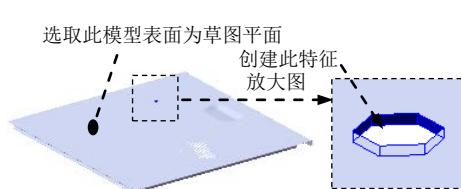
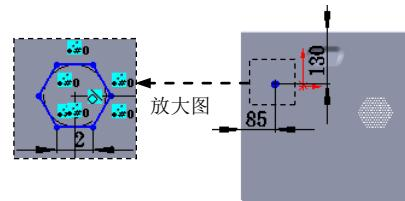

图 17.11.53 创建切除一拉伸 5
图 17.11.54 横断面草图
- (3) 定义阵列布局。在 **阵列布局(O)** 区域中单击“穿孔”按钮 ，在 **实例间距** 文本框中输入 7，在 **交错断续角度** 文本框中输入 60，在 **边距** 文本框中输入 0。
- (4) 定义要阵列的特征。选中 **要阵列的特征(E)** 区域中 **所选特征(U)** 单选框，单击 后的文本框，选取 Step14 创建的切除一拉伸 4。
- (5) 单击 按钮，完成填充阵列 1 的创建。
Step17. 创建图 17.11.53 所示的切除一拉伸 5。选择下拉菜单 **插入(I) → 切除(C)** 命令；选取图 17.11.53 所示的模型表面作为草图平面，绘制图 17.11.54 所示的横断面草图；在 **方向1** 区域的 **下拉列表** 中选择 **完全贯穿** 选项。单击 **确定** 按钮，完成切除一拉伸 5 的创建。